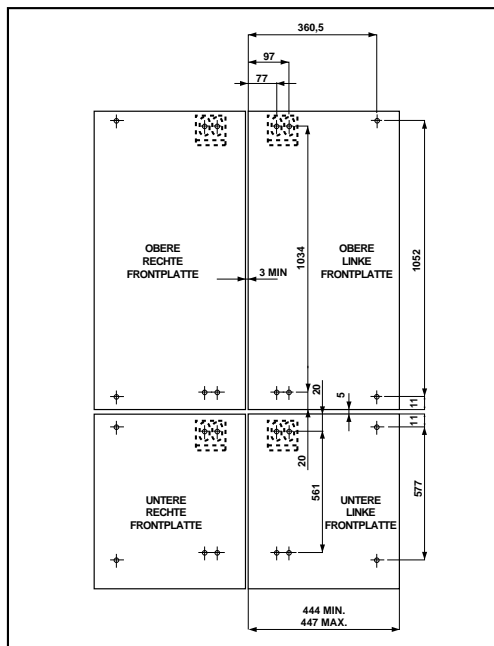

Abb. 5
- Bohren Sie die Frontplatten wie es in der Zeichnung angezeigt ist vor. Befestigen Sie die Einsatzstücke (Abb. 5).